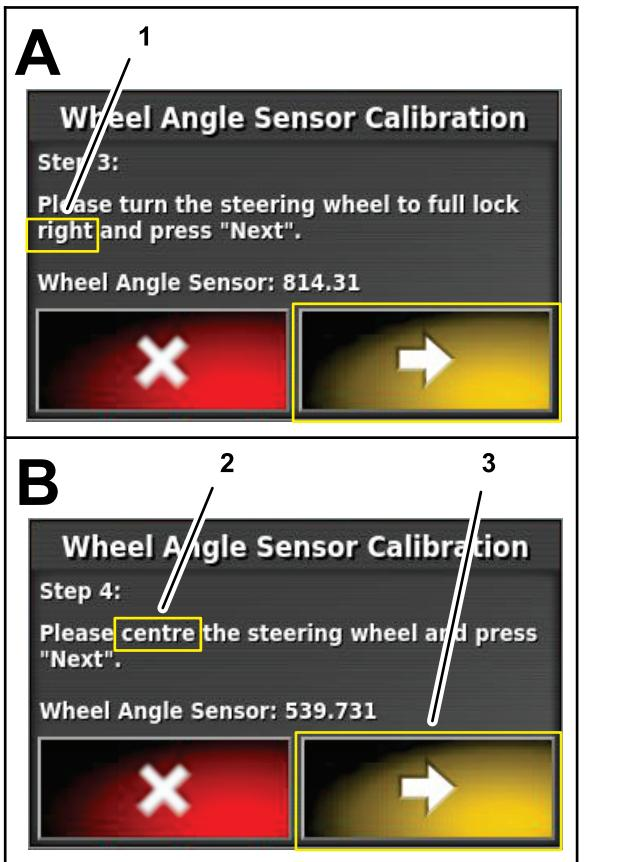

図 164
7. ステップ 3で、ハンドルを右にいっぱいに切り、次のステップのアイコンを押します (図 164)。
3. 次のステップのアイコンを押します (図 164)。